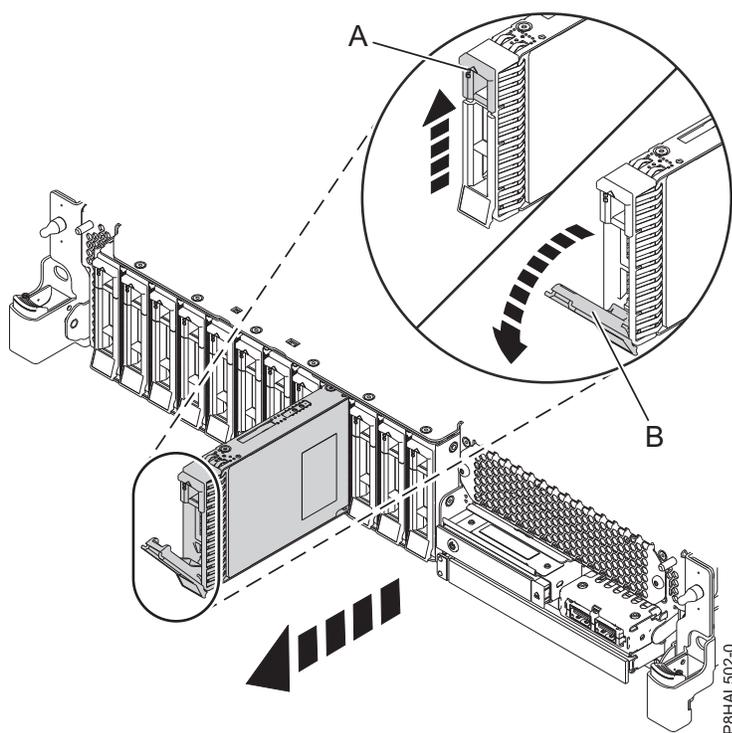
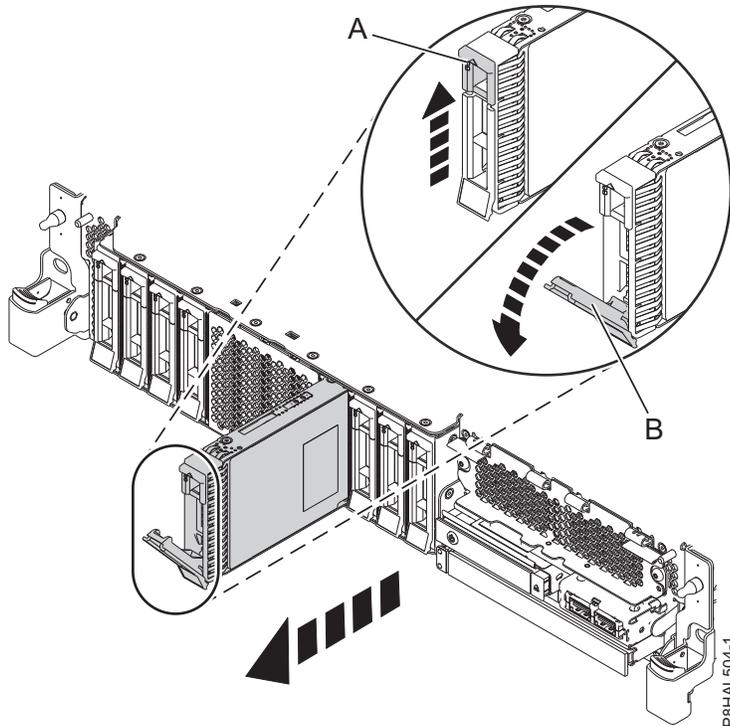

Figura 50. Remover uma unidade de disco de um sistema de função base
Figura 51. Remover uma unidade de disco de um sistema de função expandida
3. Quando o LED de identificação fica aceso, desbloqueie a pega do compartimento de unidade (**B**) premindo o trinco da pega (**A**) e puxando-a para fora, como é mostrado na Figura 50 e a Figura 51 na página 56. Se a pega não estiver completamente fora, a unidade de disco de segunda geração não poderá deslizar para fora do sistema.